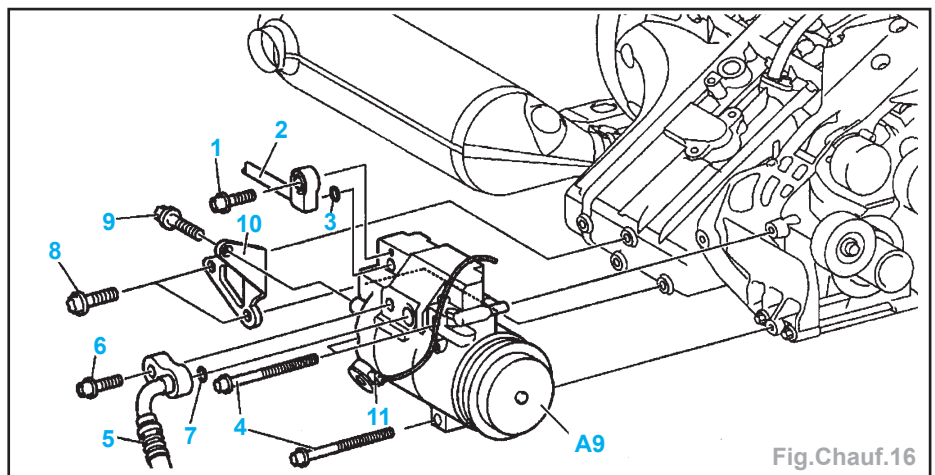

Fig. Chauff. 16
- les conduites (2 et 5) (Fig. Chauff. 16).
- Débrancher le connecteur (11).
- le support (10) du compresseur (A9) et du carter d'huile,